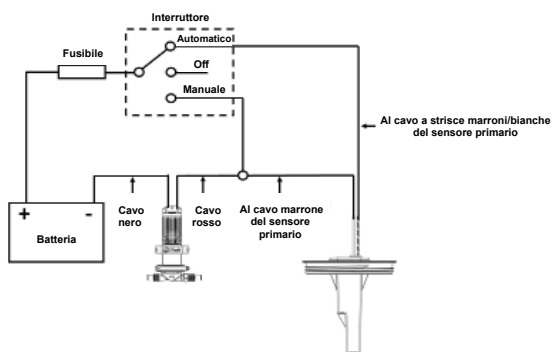

Figura 9 Schema elettrico
- **AVVERTENZA:** l'installazione **deve** essere eseguita da un elettricista qualificato. Un cablaggio non corretto può causare un incendio, con conseguenti lesioni o morte. Le informazioni sul cablaggio consigliato (Figura 9) vengono fornite puramente a titolo indicativo e il cablaggio **deve** essere conforme agli standard elettrici applicabili. **Si devono** installare fusibili o interruttori dalle dimensioni corrette.